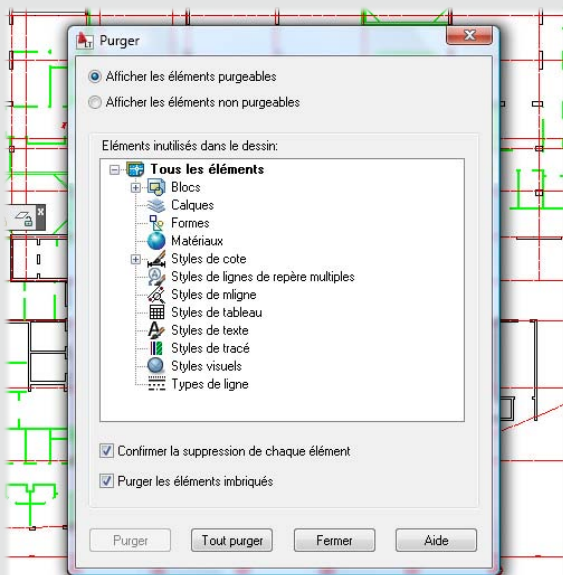

Figure 25
18. Dans un projet comme celui-ci, qui comprend de nombreuses informations et données informatiques évoluant au cours de sa vie, l'outil Purger (voir Figure 25)